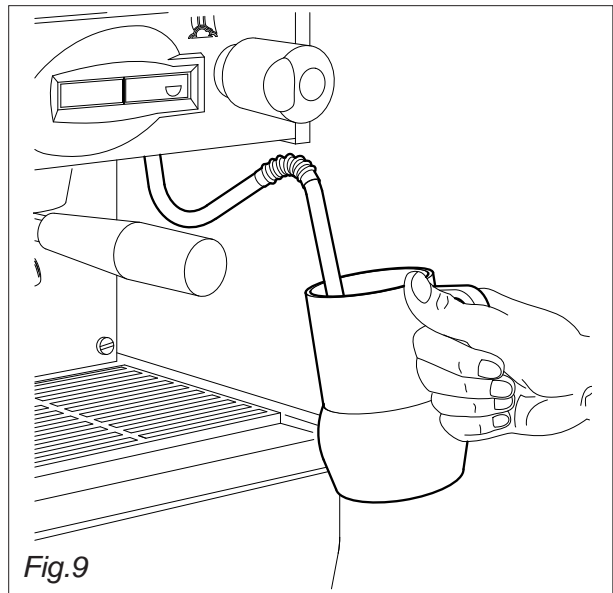

Fig.9
8.2. Come si prepara il cappuccino (Fig.9)